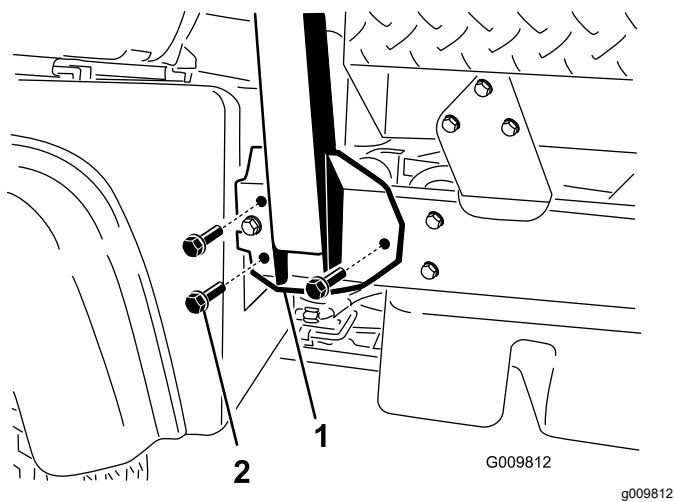

図 4
2. ROPS の両サイドを車両フレーム側面の取付け穴に揃える 図 4。
3. ROPS 固定ブラケットを車体フレームに固定するフランジヘッドボルト½ x 1¼"3本を使用する。 図 4